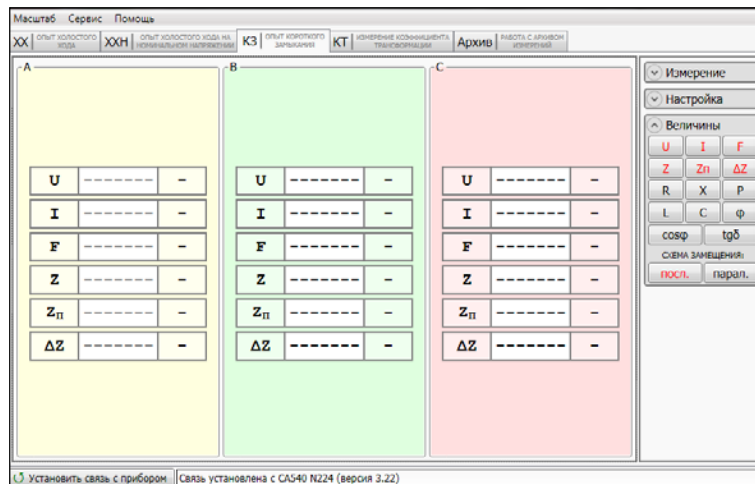

Рисунок 7.22
10) Розгорнути поле "Величины" (рисунок 7.22), для чого клацнути по кнопці  Величины.